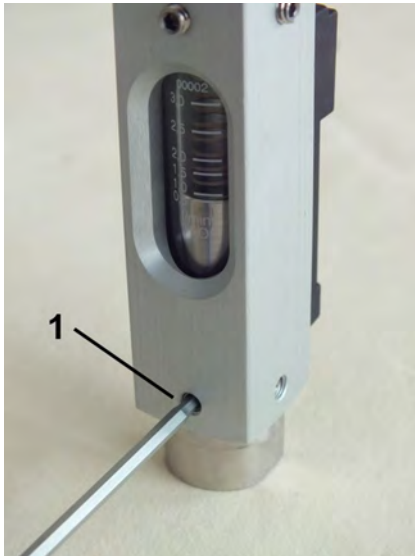

Abb. 36: Schrauben lösen
3. ➔ Gerät mit einer Hand gegen Herausrutschen des Schauglases sichern, mit der anderen die 4 Innensechskantschrauben (Abb. 36/1) eingangsseitig lösen